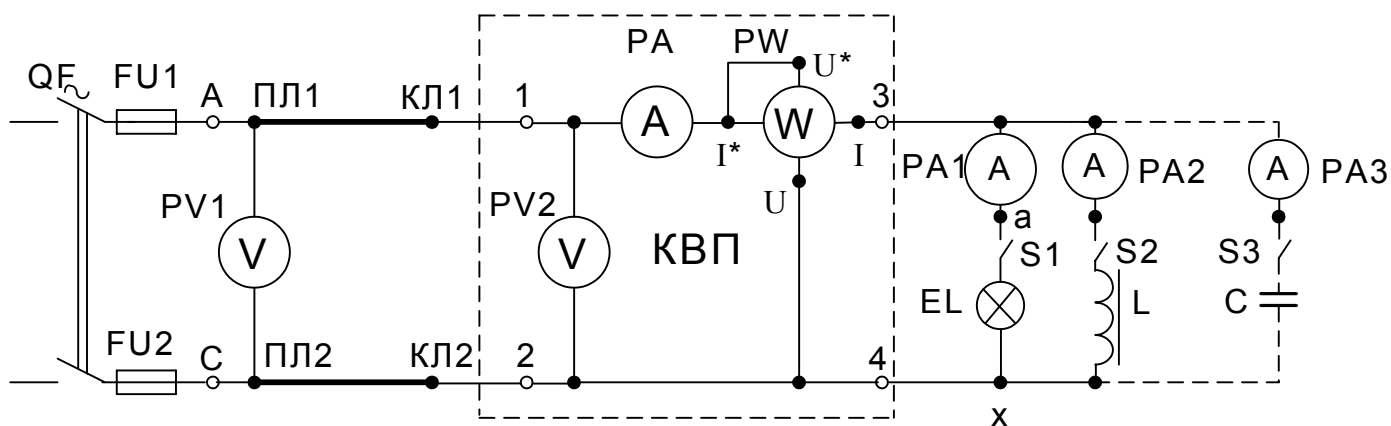

Рис.3 Принципова схема моделі електропостачання підприємства
- включить выключатель батареи конденсаторов ( $S_3$  по схеме рис. 3).